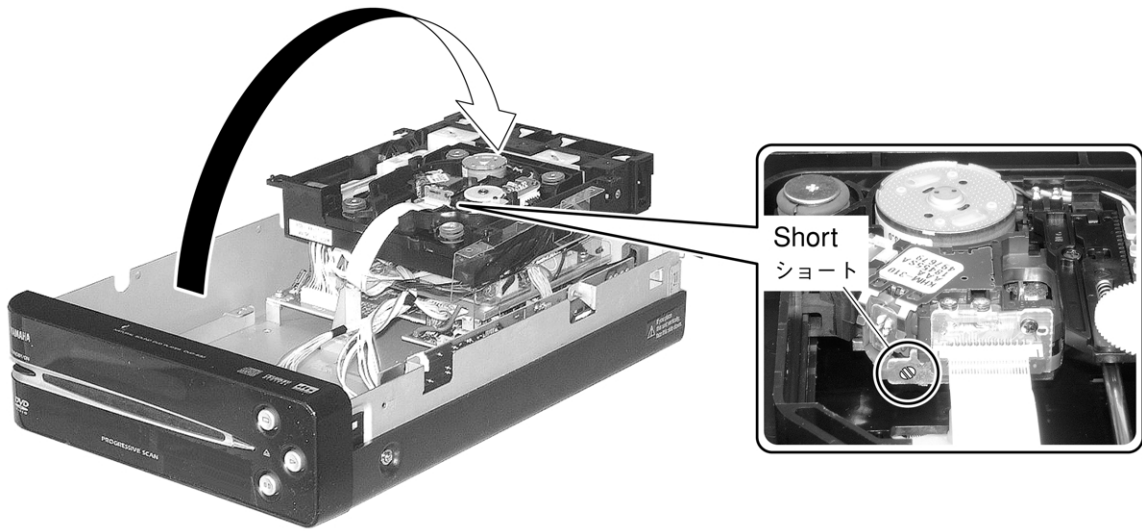

Fig. 4
- Take out the DVD Mechanism Unit gradually and turn it over. (Fig. 4)
- Solder the lands in the P.C.B. of the DVD Mechanism Unit with the anti-static soldering iron. (Fig. 4)
- DVDメカユニットを取り出し、裏返しにします。(Fig. 4)
- DVDメカユニットの基板上的端子間を静電気対策はんだこてを使用してショートします。(Fig. 4)